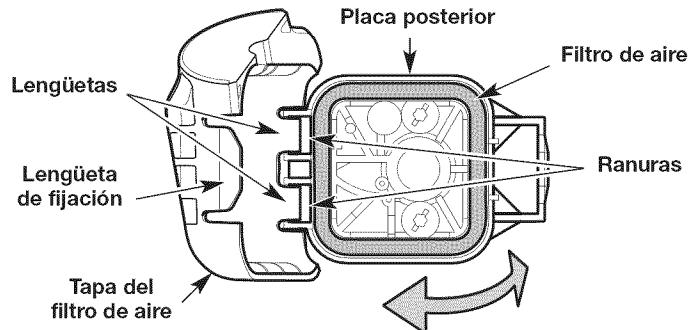

Fig. 18
- Abra la cubierta del filtro de aire: oprima la lengüeta de fijación y gire la cubierta del filtro de aire hacia la izquierda (Fig. 18).
- Extraiga el filtro de aire (Fig. 18).
- Vuelva a instalar el filtro de aire (Fig. 18).
- Cierre la cubierta del filtro de aire: inserte las lengüetas de la cubierta del filtro de aire en las ranuras de la placa posterior. Gire la cubierta del filtro de aire hacia la derecha y oprímala para cerrarla hasta que la lengüeta de fijación calza a presión en su lugar (Fig. 18).